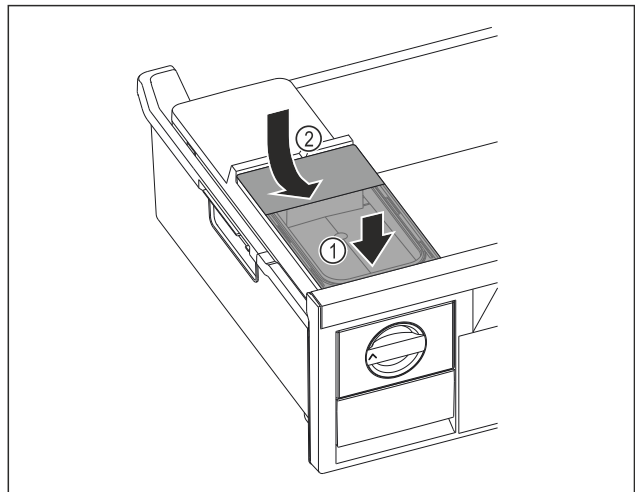

Fig. 70
- ▶ Поставете резервоара за вода отпред. Fig. 70 (1)
- ▶ Спуснете резервоара за вода отзад. Fig. 70 (2)